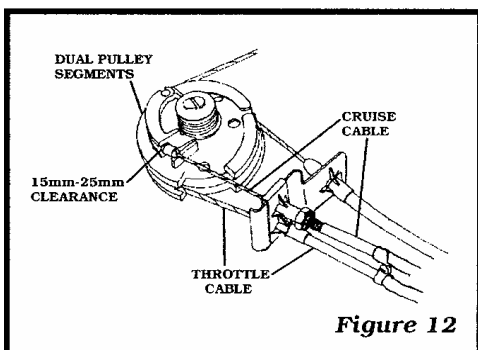

Figure 12
5. 將T型的鋼索的另一端與珠型鏈條連接扣結合，裝上連接扣護套。（Figure 12）